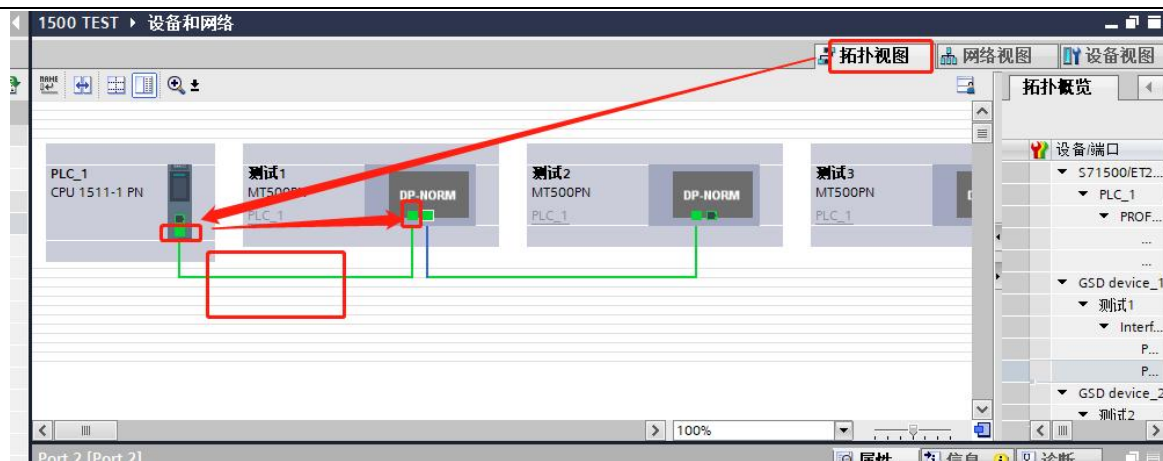

图 33 拓扑设置
(2)如图 33 所示：切换到拓扑视图，用鼠标点击端口后按住不放，然后移动鼠标到与该端口直接相连的另一设备的端口，放开鼠标即可。注意，一定要与实际设备的网络连接一致，如果实际中 PLC 由 P1 出连到从站 1 的 P1，再由从站 1 的 P2 连到下一个从站，那么拓扑中也应该如此。错误的拓扑图会导致替换功能失效，甚至通讯异常（对于 MT500PN 通讯卡，面向指示灯，左边是 P1，右边是 P2）